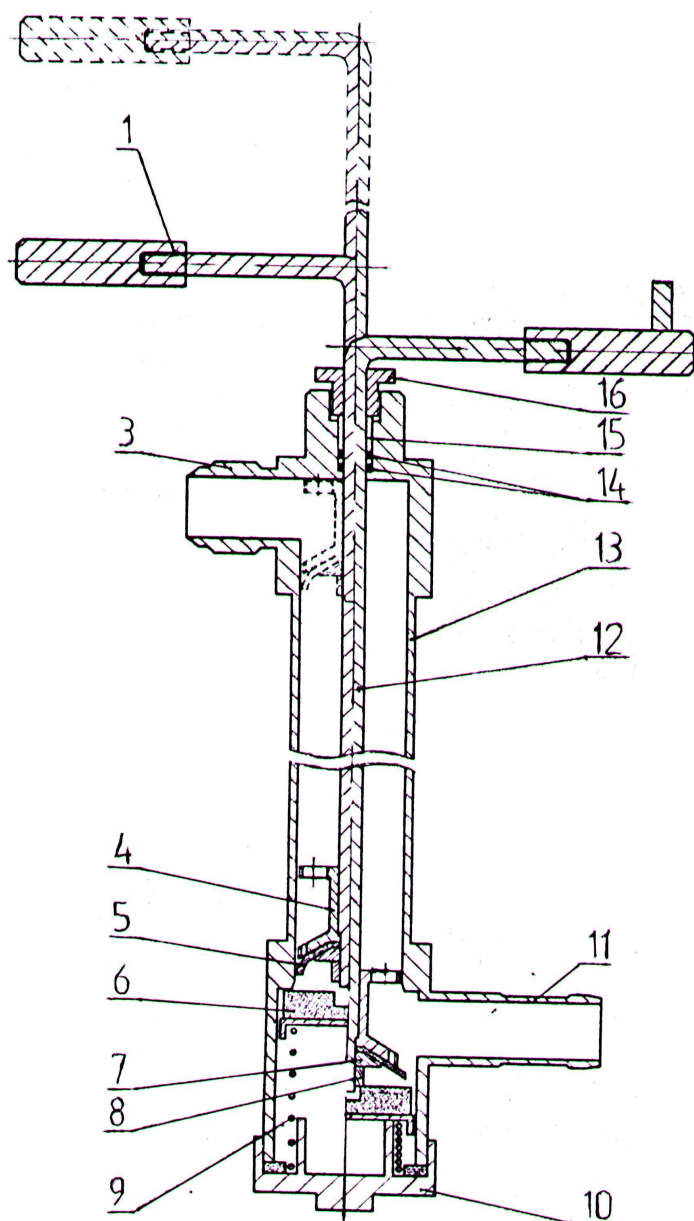

Рис. 4.3.
4.3.1. Для заполнения гидросистемы станда при его запуске в станде предусмотрен ручной насос (рис. 4.3.).
4.3.3. При транспортировке и работе станда рукоятка 1 фиксируется под упором на стойке станда (см. правую половину рис. 4.3.). При этом конец штока 12 отжимает клапан 6, обеспечивая свободный проход жидкости через насос.
4.3.4. Перед запуском станда необходимо рукоятку 1 вывести из упора и возвратно-поступательными движениями (обозначено пунктиром рис. 4.3.) заполнить гидросистему станда очищаемой жидкостью.
После остановки штока клапан 6 под действием пружины 9 перекрывает вход штуцера 11, сохраняя давление в гидросистеме станда (см. левую половину рис. 4.3.).